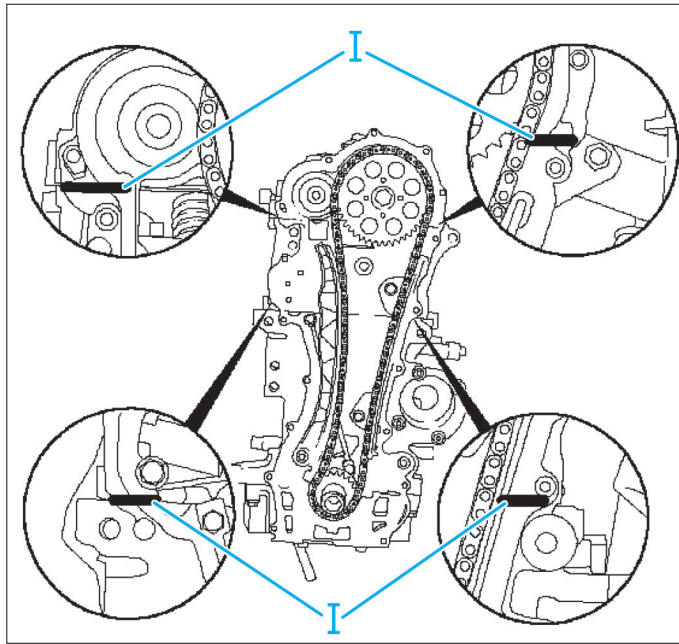

Fig. 12
- Mettre en place la chaîne de distribution (8) avec le pignon d'arbre à cames (7) et le pignon de vilebrequin (9).
- la glissière de tendeur de la chaîne (5) et le rail de guidage de distribution (6),
- Appliquer un cordon de mastic d'étanchéité de silicone entre la culasse et le bloc-cylindres et entre la culasse et le carter d'arbres à cames (en "I") (Fig.12).